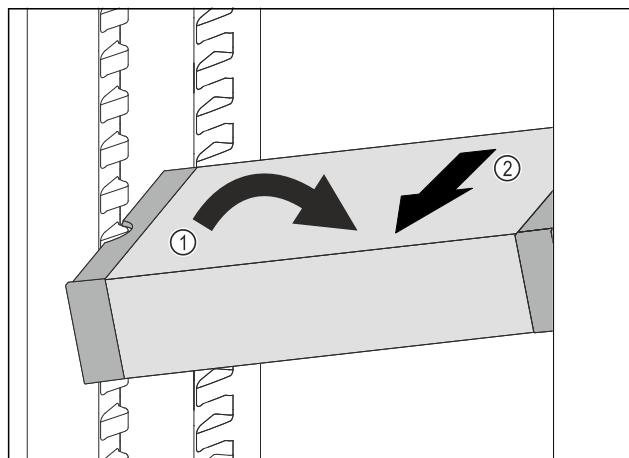

Fig. 55
- Расположите VarioSafe в холодильном отделении под наклоном. Fig. 55 (1)
- Извлеките VarioSafe движением вперед. Fig. 55 (2)